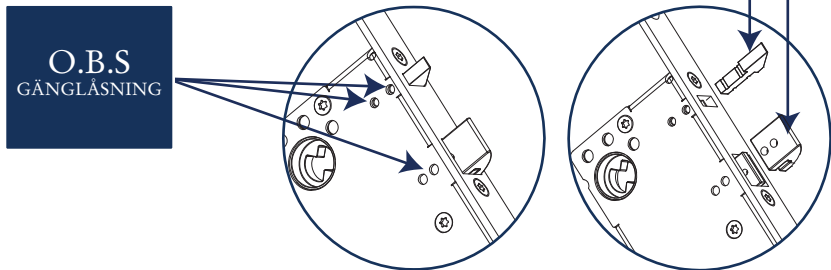

FIG. 2
1. Öppna locket genom att avlägsna de tre skruvarna enligt fig 2.